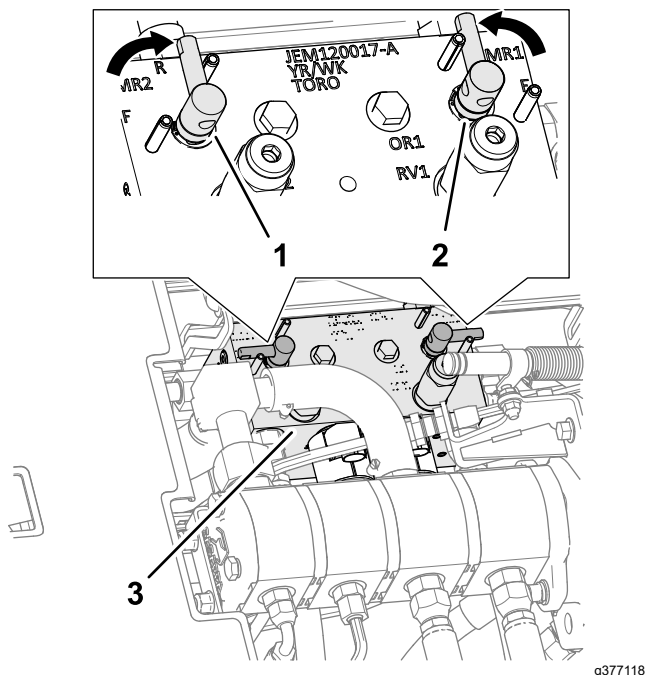

Figure 117
4. Déverrouillez et soulevez le siège pour exposer le collecteur des unités de coupe (Figure 117).
5. Tournez les leviers de rodage à la position R (rodage) (Figure 117).